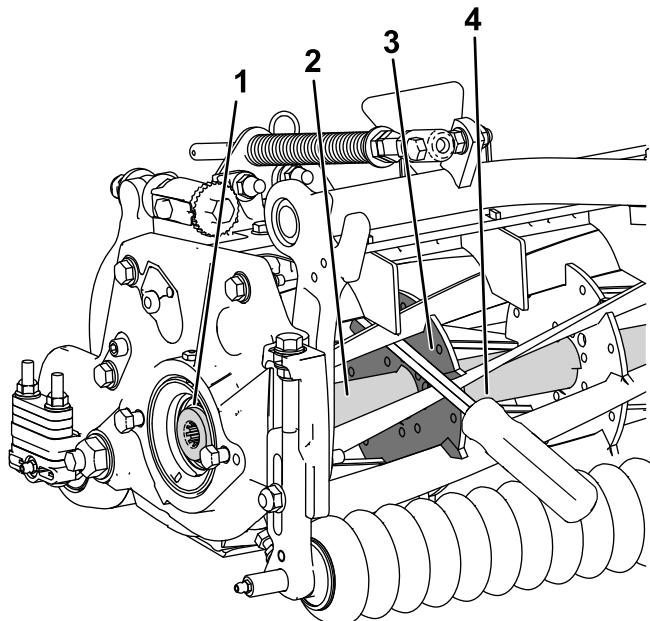

Figura 32
1. Inserite un piede di porco con manico lungo (3/8" x 12" raccomandato con manico a cacciavite) attraverso la parte anteriore del cilindro di taglio, più vicino al lato dell'apparato di taglio da serrare (Figura 32).
2. Posizionate il piede di porco contro il lato di saldatura del rinforzo del cilindro di taglio interno (Figura 32).